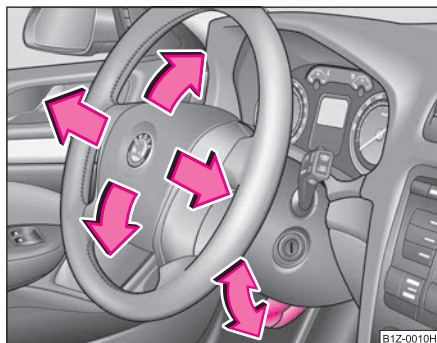

Fig. 130 Volan reglabil:
- Îndreptați maneta de sub volan ⇒ fig. 130, în jos ⇒ ⚠.